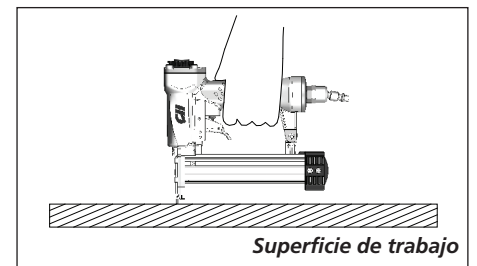

Figura 11
5. Presione el WCE contra la superficie de trabajo sin tirar del gatillo (ver Figura 11). La clavadora **NO DEBE FUNCIONAR**. No use la herramienta si funciona sin que tire del gatillo. Pueden ocurrir lesiones personales.